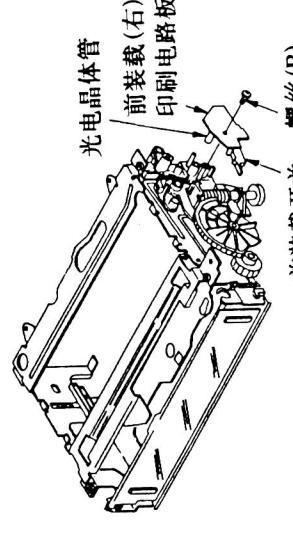

图27
④重新安装时，与上述步骤相反，并注意不要损坏F / L-R印刷电路板，如图27所示；
- 步骤：①如图27所示，旋下螺丝B并取下F / L-R印刷电路板；
②取下F / L开关和光电晶体管（先将引线焊开）；
③重新安装F / L-R印刷电路板时，注意不要损坏F / L开关。